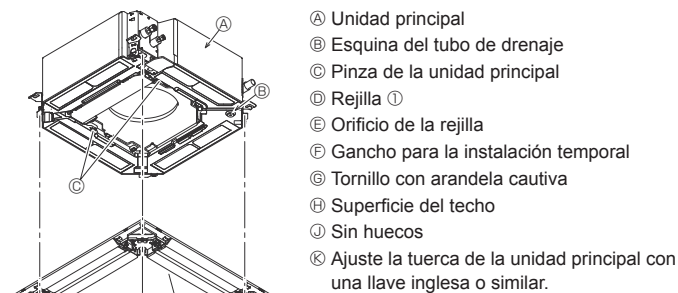

Fig. 9-6
### 9.4.2. Instalación provisional de la rejilla (Fig. 9-6)
- Sujete la rejilla a la unidad principal apretando los tornillos preinstalados. (Fig. 9-6)
Compruebe que no haya ningún hueco entre la unidad principal y la rejilla, ni entre la rejilla y la superficie del techo. (Fig. 9-6)